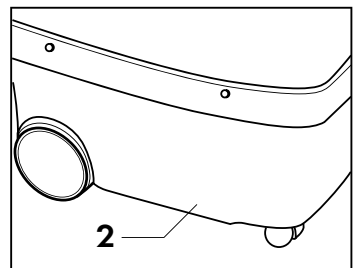

Abb. 9
Um eine einwandfreie Absaugung zu gewährleisten, 2,5 Liter Wasser in den Schmutzwasserbehälter (2) geben. Dadurch wird die Luft filtriert und die Schmutzpartikeln (Staub, Keime usw.) bleiben im Behälter zurück. Die angegebene maximale Menge nicht überschreiten. (Abb. 9)